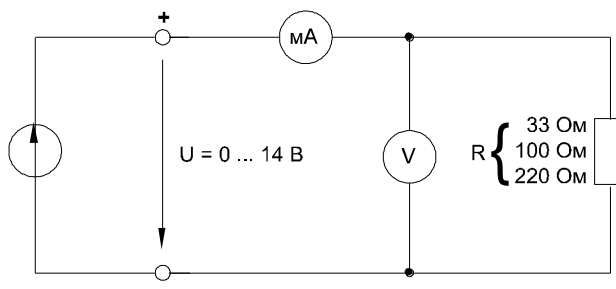

Рисунок 5.1. Электрическая цепь
- Соберите цепь согласно схеме (рис. 5.1) и измерьте токи в резисторах 33, 100 и 220 Ом при напряжениях, указанных в табл. 5.1.